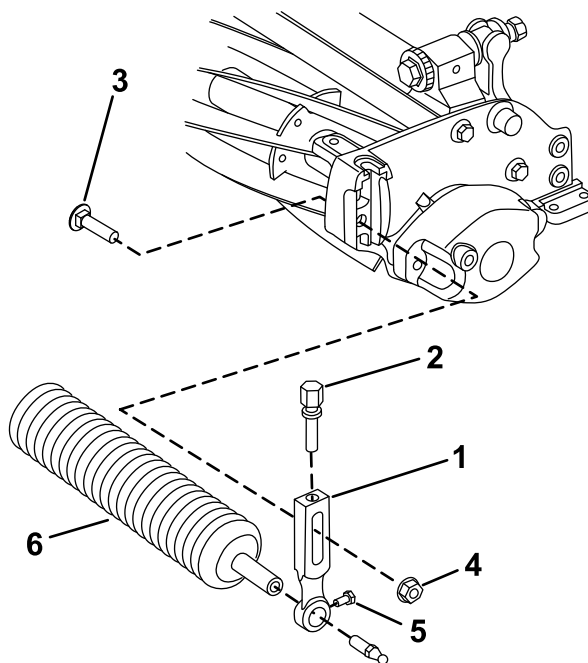

Bild 2
1. Lockern Sie die Rollenbefestigungsschrauben am Mähwerk, mit denen jede Seite der Frontrolle an den Schnitthöhenarmen befestigt ist (Bild 2).
2. Entfernen Sie die Senkschrauben und Sicherungsbundmutter, mit denen die Schnitthöhenarme an jedem Ende des Mähwerks befestigt sind (Bild 2). Entfernen Sie die Schnitthöhenarme und die Rolle.
3. Entfernen Sie die Einstellschrauben für die Schnitthöhe und Rollenbefestigungsschrauben von den Schnitthöhenarmen (Bild 2).